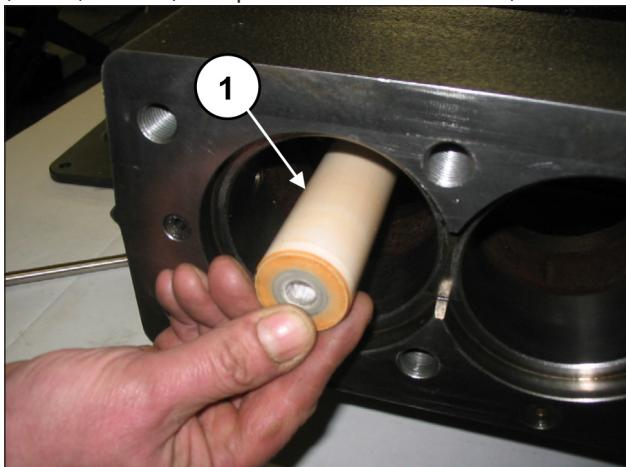
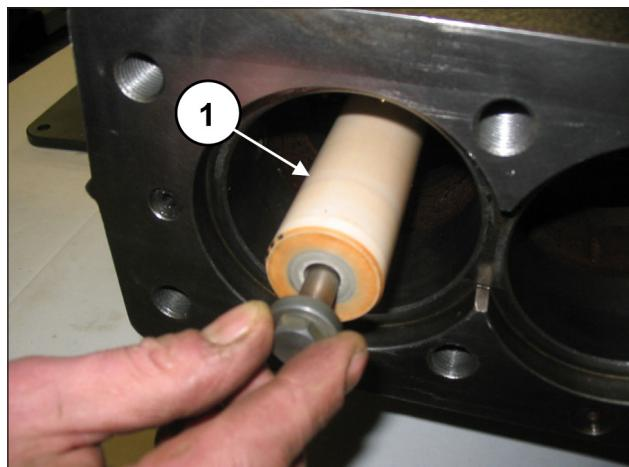

Рис. 157
Рис. 158
Установите поршни на соответствующие направляющие (поз. ①, Рис. 157) и закрепите их согласно поз. ①, Рис. 158.